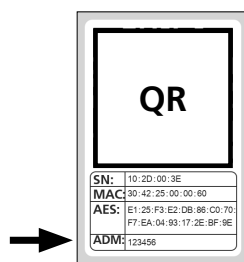

Fig. 3
- 3 Recibirá un mensaje que le pedirá escanear con la cámara de su smartphone el código QR del cilindro que se adjunta. El código QR se encuentra en el adhesivo que acompaña al embalaje (Fig. 3).
! Atención: Con el juego se adjuntan dos adhesivos con códigos QR para el cilindro y el teclado. Podrá identificar el código QR necesario para el cilindro junto al código de seguridad, en la parte inferior del adhesivo, indicado como «ADM» (Fig. 3).